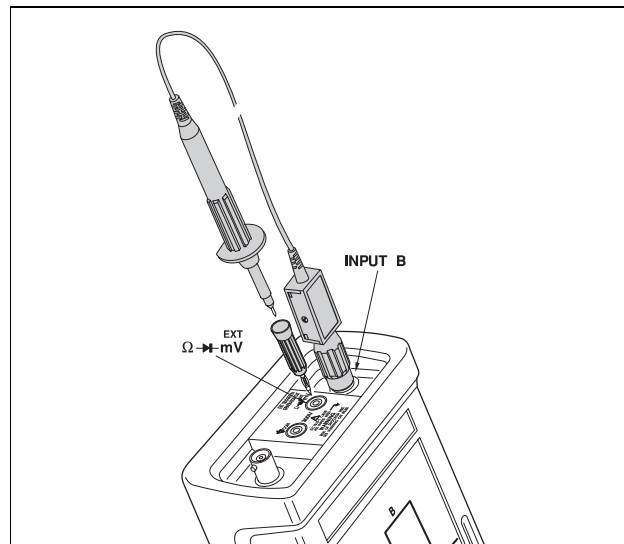

Abbildung 9-4 Anordnung für die Tastkopf-Kalibrierung an INPUT B
1. Verbinden Sie die BNC-Buchse für INPUT B mit der roten Bananenbuchse GENERATOR OUT, siehe Abbildung 9-4. Benutzen Sie den grauen Oszilloskop-Tastkopf und den grauen Adapter für 4-mm-Bananenstecker.